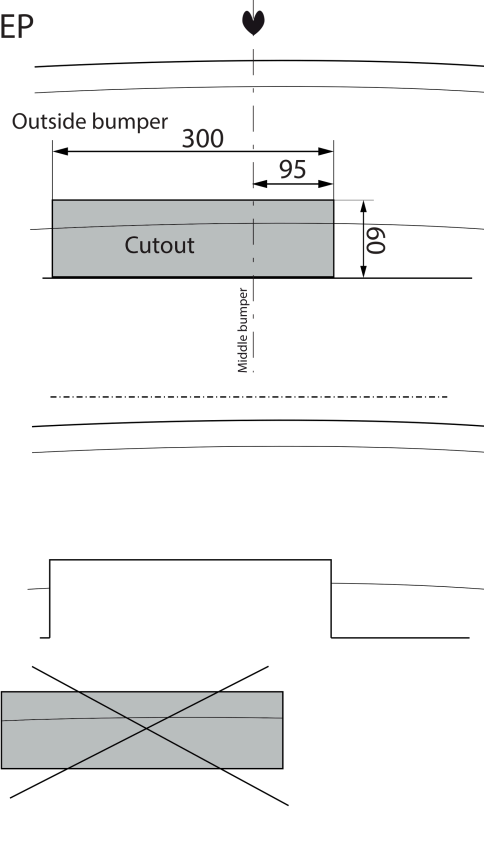

Fig. 12
16. Выпилить часть из бампера в середине снизу, как указано на рис. 12, 13, 14, 15, 16, 17, 19 & 20.